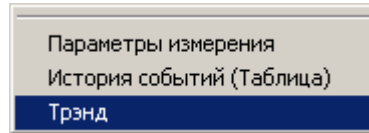

Рис. 32
10.2. Для вызова окна тренда надо использовать дополнительное меню, которое можно вызвать щелчком правой кнопкой мыши на отображении требуемого параметра. В появившемся меню, внешний вид которого показан на рис. 32, следует выбрать пункт **Тренд**.